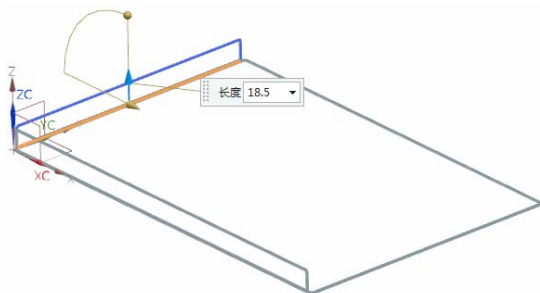

图 2-32 选择弯边
(4) 选择弯边，同时在视图区预览显示所创建的弯边，如图 2-32 所示。在“弯边”对